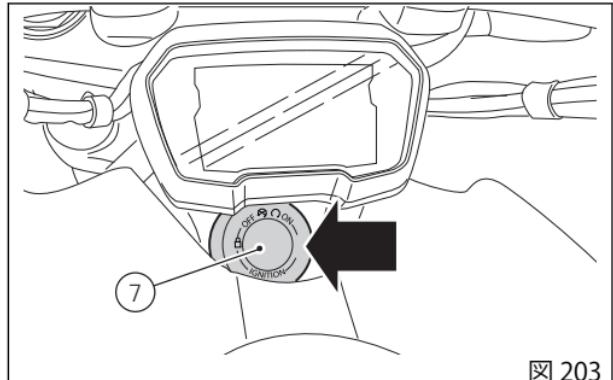
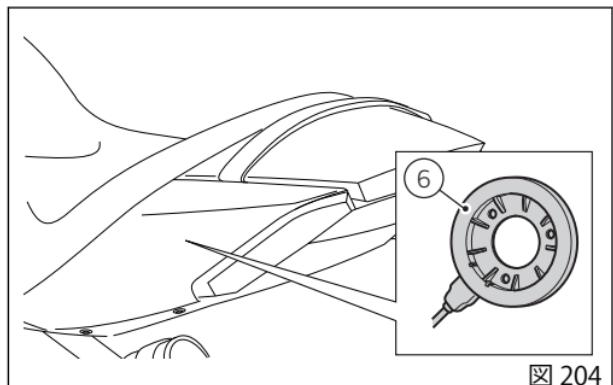

図 203
図 204
(図 203) は Hands Free ブロック (7) の位置を示し、(図 204) はアンテナ (6) の位置を示します。